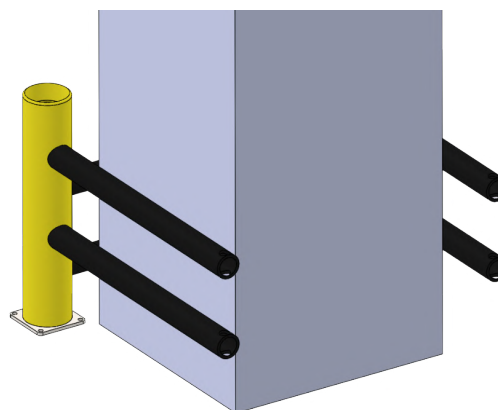

Рисунок 4. Встановлення бар'єра на місце подальшого монтаж
4. Перед установкою останньої секції зібрану на цьому етапі конструкцію необхідно поставити на місце майбутнього монтажу навколо колони, що захищається (рис. 4)